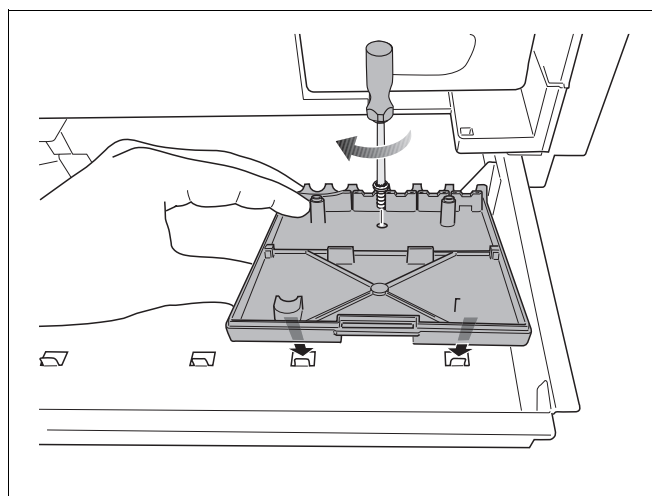

Fig. 45 Montați suportul de perete
- Montați suportul de perete (accesorii modul funcțional) la conectorul de extensie dorit al sertarului (fig. 45).